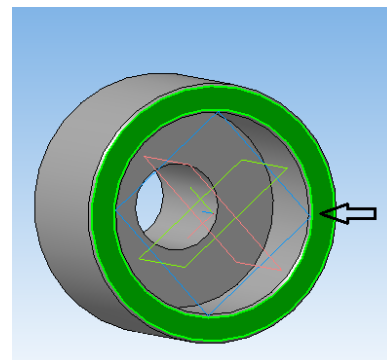

Рисунок 30.
14. Выделите внутреннюю окружность (рисунок 30).